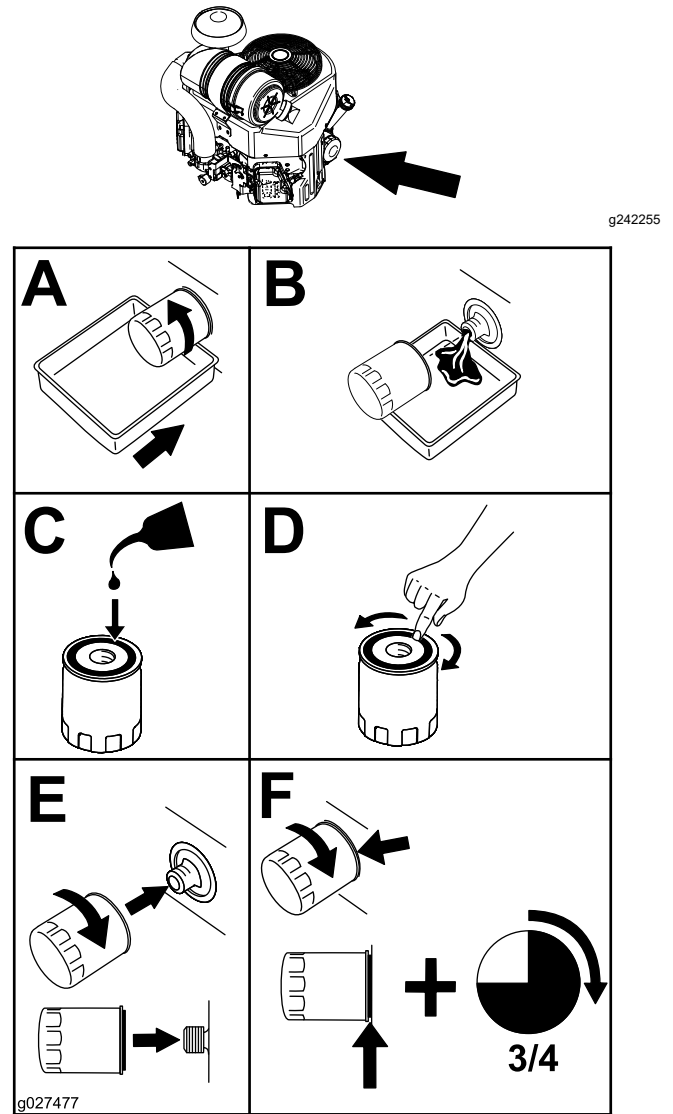

Figura 32
2. Sustituya el filtro de aceite del motor (Figura 32).